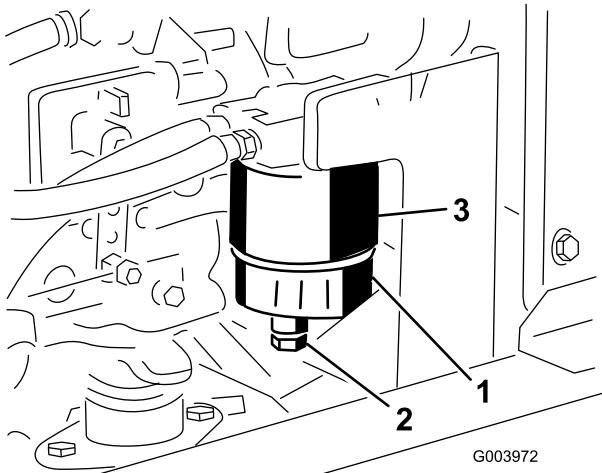

Figura 63
Drene el agua y otros contaminantes del separador de agua a diario (Figura 63).
2. Afloje el tapón de vaciado en la parte inferior del cartucho del filtro y deje que se vacíe el cartucho (Figura 63).
Cambie el cartucho del filtro (Figura 63) después de cada 400 horas de operación.
1. Limpie la zona de montaje del cartucho del filtro (Figura 63).